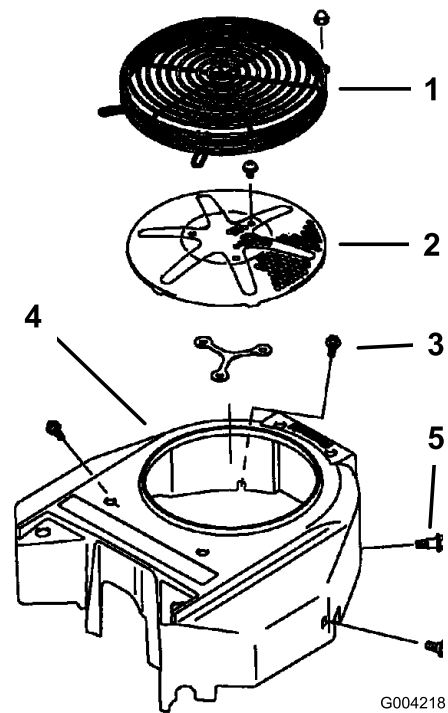

Figure 55
Avant chaque utilisation, enlevez l'herbe, les saletés et autres débris éventuellement accumulés sur la grille du moteur. Cela permet d'assurer un refroidissement et un régime moteur corrects, et réduit les risques de surchauffe et de dommages mécaniques du moteur (Figure 55).
3. Retirez la grille d'entrée d'air, le lanceur et le carter du ventilateur (Figure 55).
5. Reposez la grille d'entrée d'air, le lanceur et le carter du ventilateur (Figure 55).